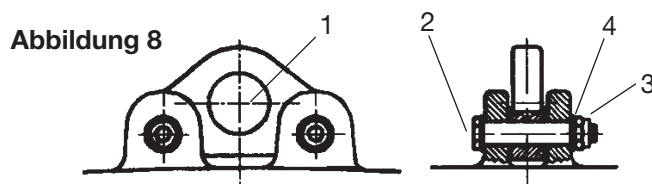

Abbildung 8
Beziehen Sie sich auf Abbildung 8. Die Aufhängeöse (1) wird mit zwei Bolzen (2) an der Oberseite des Hebezeuggehäuses befestigt, die in den vier vorgesehenen Laschen sitzen.